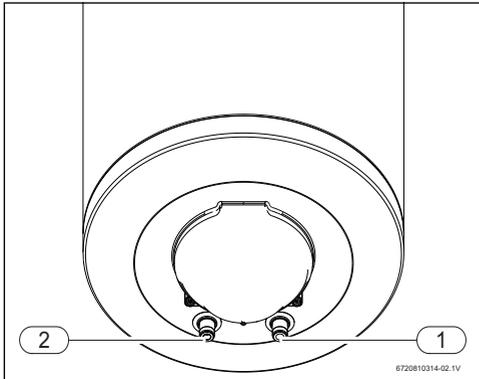

Fig. 7
- Para evitar confusiones, identifique convenientemente las conducciones de agua fría y de agua caliente (fig. 7).